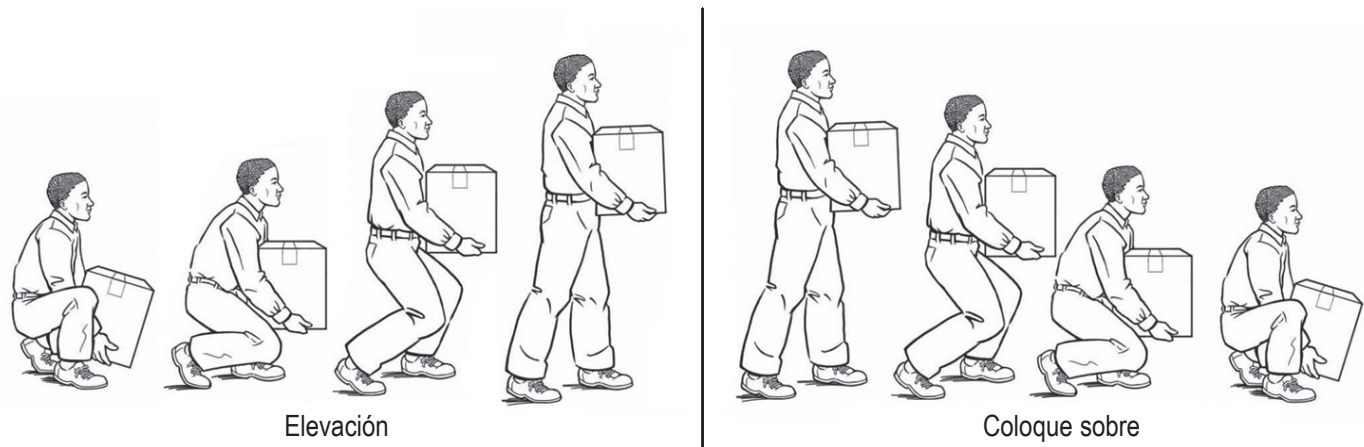

Figura 1
- Durante la elevación y carga, mantenga siempre la bomba cerca de su cuerpo. (Consulte la Figura 1)
- Al iniciar la elevación, doble las rodillas y mantenga la espalda recta. (Consulte la Figura 1) Apretar los músculos del abdomen le ayudará a mantener la espalda recta.
- Durante la elevación, utilice las piernas para realizar el trabajo. Nunca utilice la espalda y asegúrese de que las piernas están separadas a la distancia de los hombros. (Consulte la Figura 1)